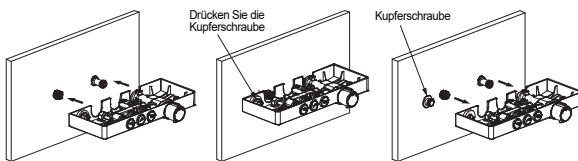

Abbildung 5
- Drücken Sie die Kupferschraube in die Wand und entfernen Sie das Thermoduschpaneel. Markieren Sie die Position der Kupferschraube an der Wand (Abbildung 5).